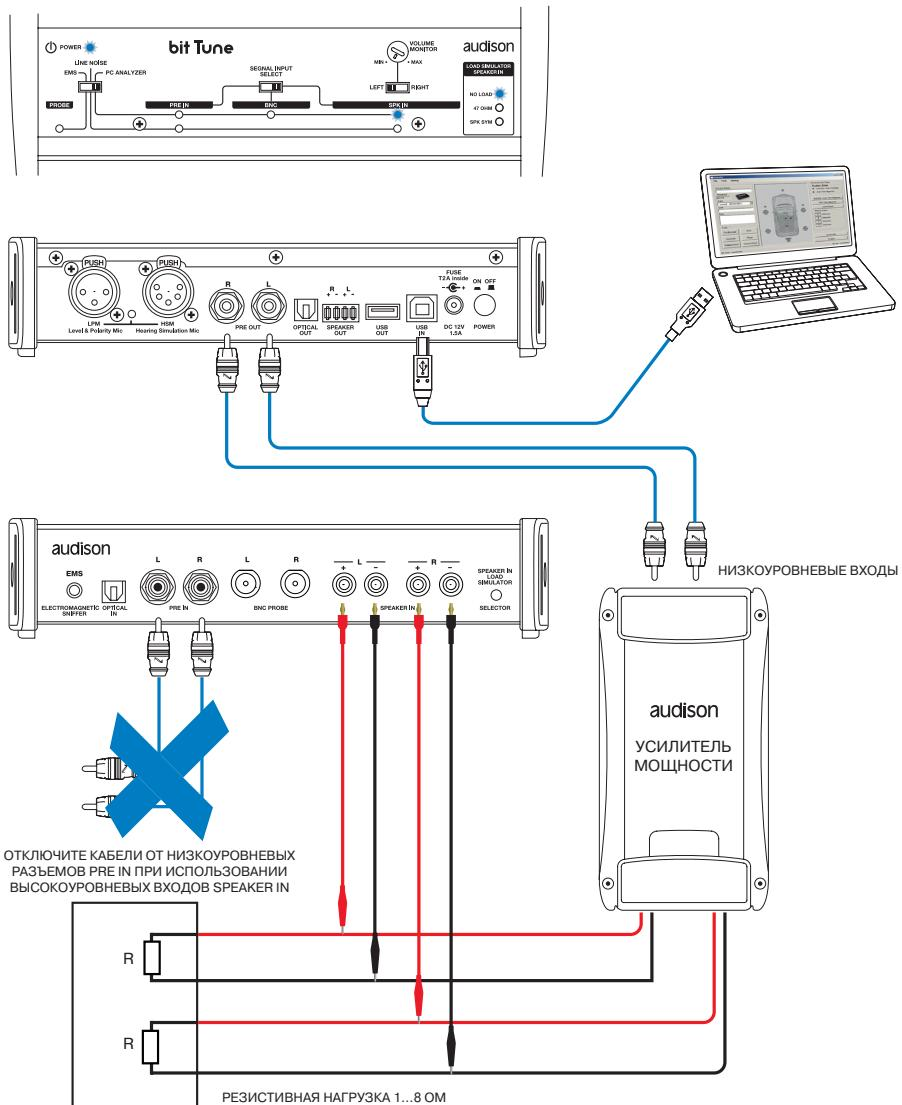

Рис. 1
- С помощью комплектных кабелей-переходников подключите выходы выбранной пары каналов усилителя к высокоуровневым входам **SPEAKER IN** на bit Tune, соблюдая соответствие каналов и полярности (рис. 1 на пред. стр.).